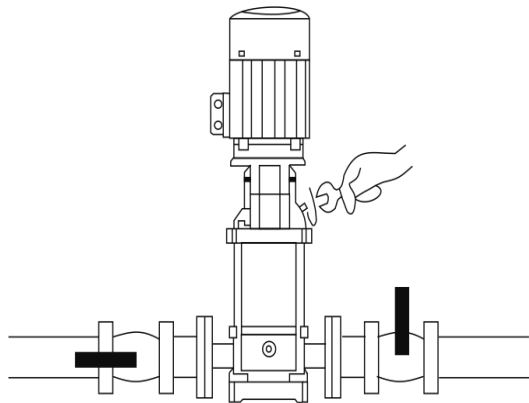
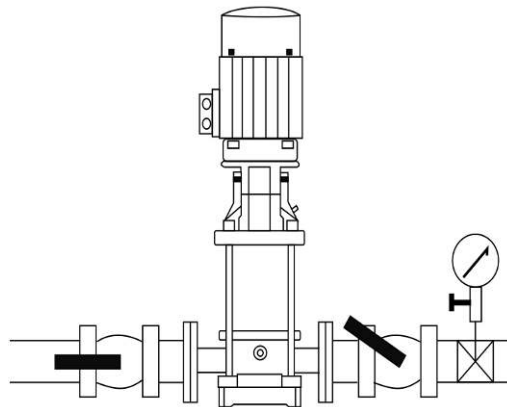

Рисунок 3
Рисунок 4
4. Открутите клапан выпуска воздуха и медленно откройте вентиль на выходном трубопроводе (смотрите рисунок 3 на следующей странице). Постепенно открывая задвижку на выходном трубопроводе, отрегулируйте поток воды в соответствии с необходимым Вам (смотрите рисунок 4 на следующей странице).